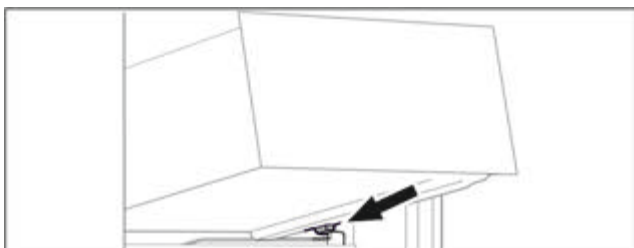

Fig. 25
- ▶ Встановити висувний ящик за стопорами на ребро для резервуару навкоси. (див. Fig. 25)